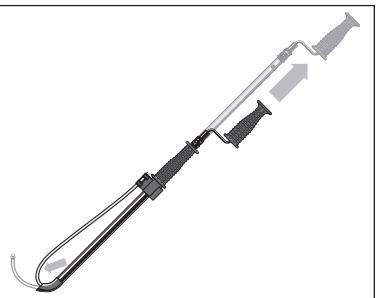

Figure 4 – Retrait du câble
5. Tirez sur la manivelle ou la perceuse pour ramener le câble dans son guide (Figure 4). Introduisez soigneusement le guide-câble dans l'urinoir ou autre conduit d'évacuation en penchant le tourniquet pour en faciliter l'insertion. L'extrémité du guide-câble doit être introduit dans la canalisation afin d'éviter tout fouettement du câble et de l'outil de curage qui serait susceptible d'endommager la porcelaine.